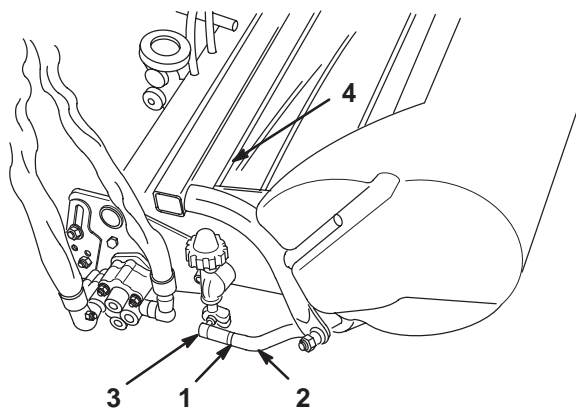

Bild 11
- Befestigen Sie die Körbe an den Zugstellen, lockern Sie die Klemmmuttern an den Zugarmen und stellen Sie die Kugelsechskante so ein, dass ein Spiel von 6,4 bis 12,7 mm zwischen der Korbklappe und den Spindelmessern besteht (Bild 11).
- Richten Sie die Innensechskante der Kugelgelenke so aus, dass die offene Seite des Sechskants in Richtung Kugelbolzen zentriert ist. Ziehen Sie die Klemmmuttern fest, um die Innensechskante in ihrer Stellung zu arretieren (Bild 11).